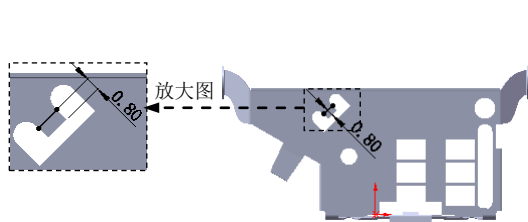
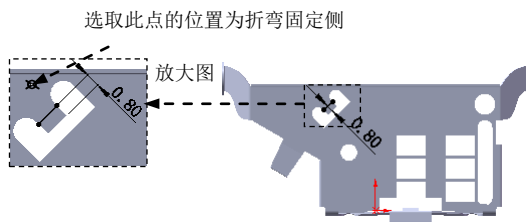

图 6.88 绘制的折弯线
图 6.89 固定侧的位置
② 定义折弯线草图。在草图环境中绘制图 6.88 所示的折弯线。
③ 选择下拉菜单 **插入(I)** → **退出草图** 命令，退出草图环境，此时系统弹出“绘制的折弯”对话框。
(3) 定义折弯固定侧。在图 6.89 所示的位置处单击，确定折弯固定侧。